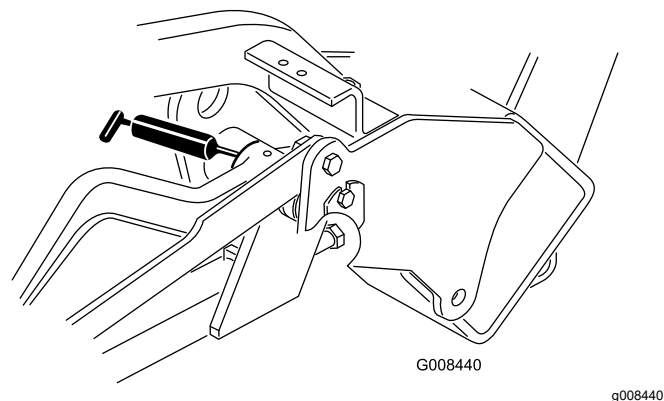

Рисунок 27
- Подъемные рычаги (3) (Рисунок 27)